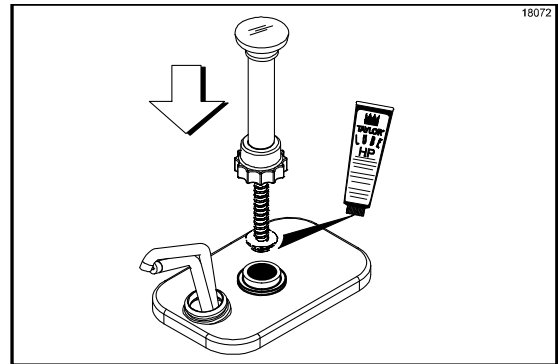

Figura 95
14. Lubrifique o conjunto de vedação e instale o conjunto do êmbolo na abertura do cilindro do corpo da bomba. (Veja a Figura 95.)